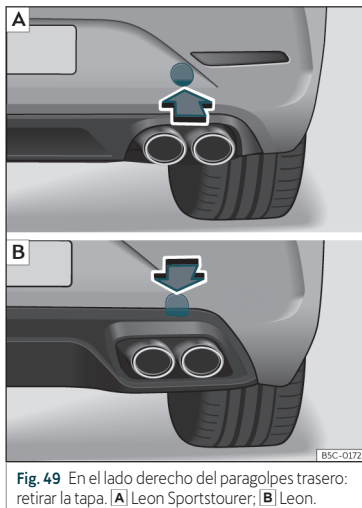

Fig. 49 En el lado derecho del paragolpes trasero: retirar la tapa. [A] Leon Sportstourer; [B] Leon.
El alojamiento de la argolla de remolque enroscable se encuentra en el lado derecho del paragolpes trasero detrás de una tapa >>> **fig. 49**.
- *Leon Sportstourer*: Presione sobre la zona inferior de la tapa >>> **fig. 49 [A]** para desenscastrarla. *Leon*: Presione sobre la zona superior de la tapa >>> **fig. 49 [B]** para desenscastrarla.